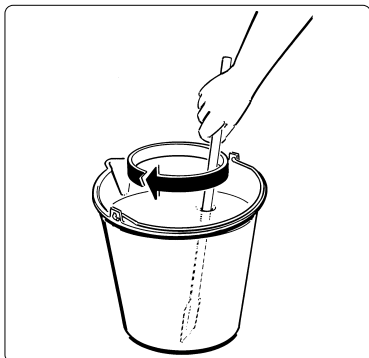

Fig. 3
- a) Diluir y mezclar, en un recipiente a parte, el producto según las indicaciones del productor, (ver fig. 3).